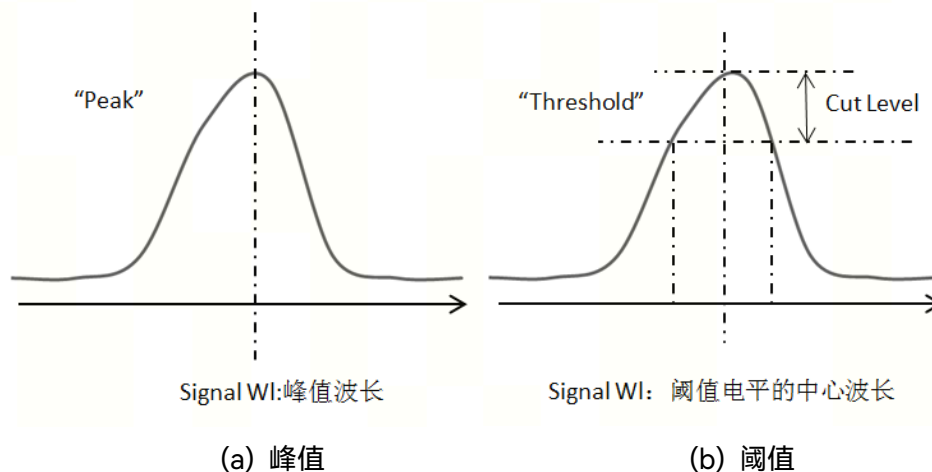

图 3-77 信号波长测量方法示意图
- 测试类型：表示信号波长的检测方式。可选择“峰值”或者“阈值”，如图 3-77。